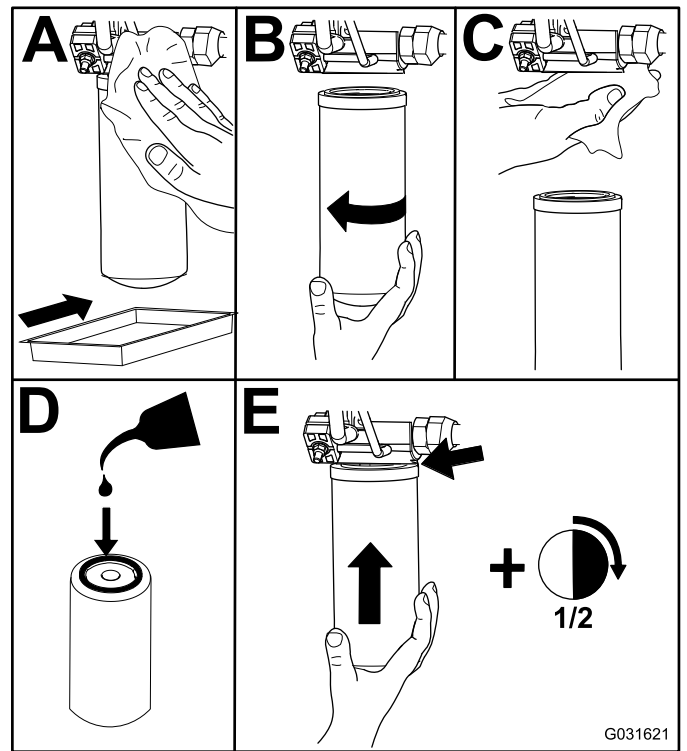

Figura 97
2. Cambie los filtros hidráulicos (Figura 97).